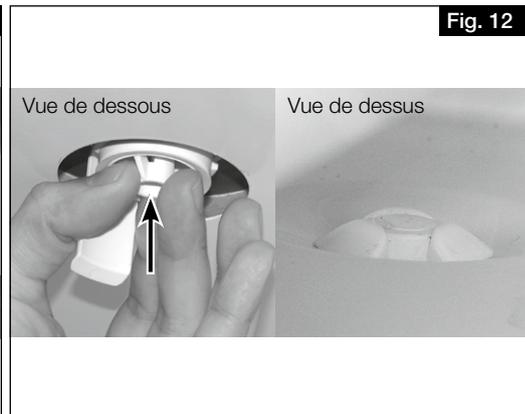

Fig. 12
2. Insérer par en dessous la pièce de fixation dans l'orifice d'évacuation des condensats, jusqu'à ce que les clips s'engrenent au fond de la plaque de base (voir Fig. 12).